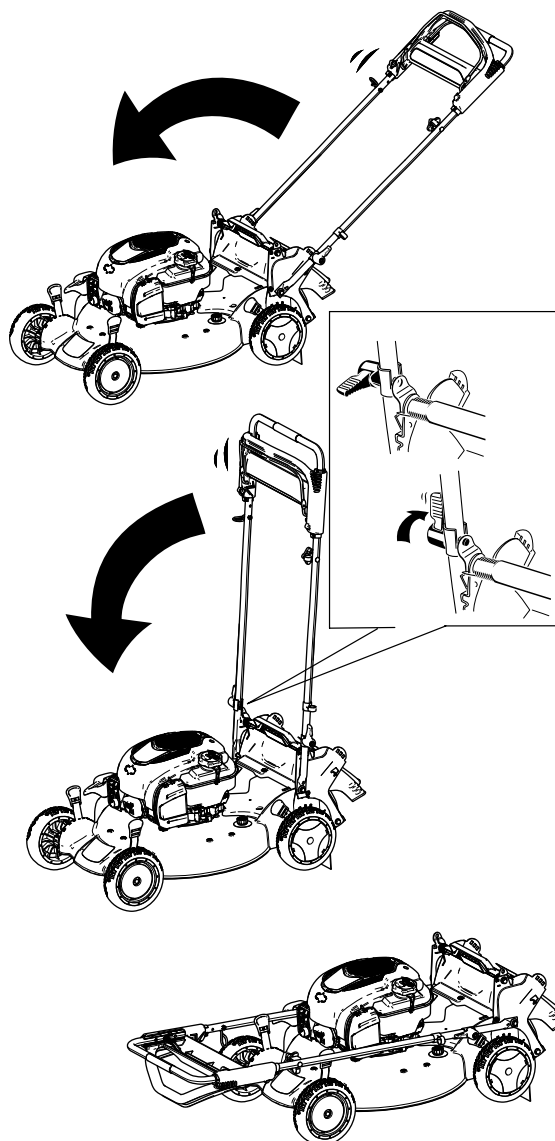

Bild 30
2. Drehen Sie den Holm nach vorne (Bild 30).